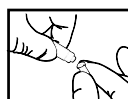
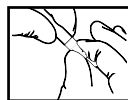
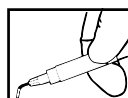

Fig. 1
Fig. 2
Fig. 3
2. **Gör i ordning appliceringssystemet:** Tag bort hatten från etssprutan (Fig 1) och SPARA den. Skruva en blå engångsspets säkert på plats på sprutan (Fig 2). Rikta spetsen mot ett blandningsblock eller en bit gasbinda och pressa ut litet etsmedel för att kontrollera att systemet inte är blockerat. Om det blir stopp, tag bort spetsen och tryck ut litet ets direkt ur sprutan. Tag bort eventuell propp från sprutöppningen. Sätt tillbaka spetsen och pressa åter ut ets. Om proppen sitter kvar, byt till en ny appliceringsspets. Böj spetsen i önskad vinkel. Böjen skall göras mitt på spetsen (Fig 3) inte vid fästet.